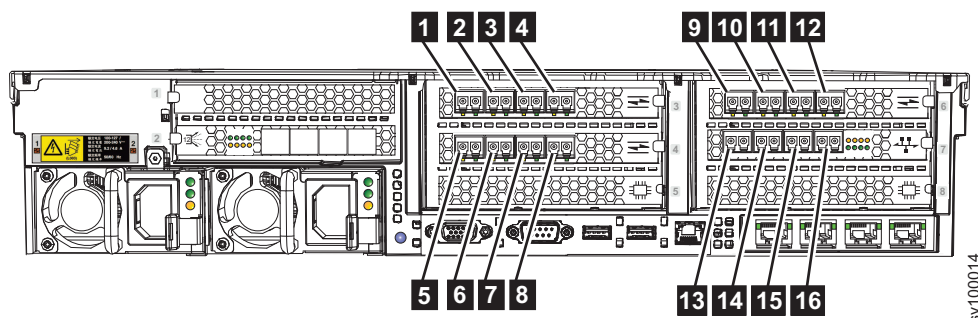

Abbildung 32. Fibre Channel-Ports
3. Optional: Wenn das Fibre Channel-Feature installiert ist, können Sie Fibre Channel-Kabel gemäß Ihrer Konfiguration mit den Fibre Channel-Ports verbinden. Abb. 32 zeigt ein Beispiel der Einheit mit 16-Gb/s-Fibre Channel-Adaptern, die in den Steckplätzen 3, 4 und 6 installiert sind. Ein optischer 10-Gb/s-Ethernet-Adapter wird für die FCoE-Kommunikation verwendet. Er ist in Steckplatz 7 installiert und stellt zusätzliche Fibre Channel-Ports bereit (FCoE = Fibre Channel over Ethernet).